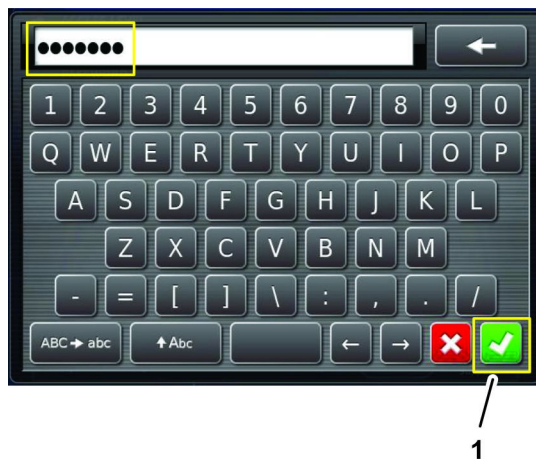

Figura 248
6. No teclado virtual, introduza a palavra-passe que recebeu no passo 1 e, em seguida, pressione o ícone confirmar (Figura 248).